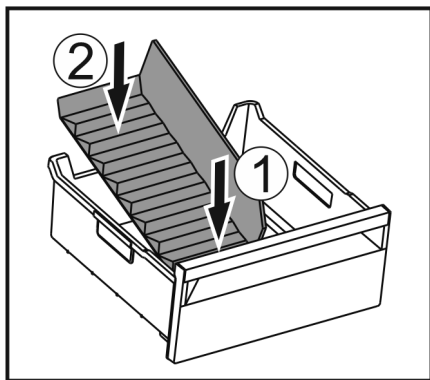

Fig. 174
- Installer la partie avant du séparateur de congélateur. Fig. 174 (1)
- Abaisser la partie arrière du séparateur de congélateur jusqu'au fond du tiroir. Fig. 174 (2)